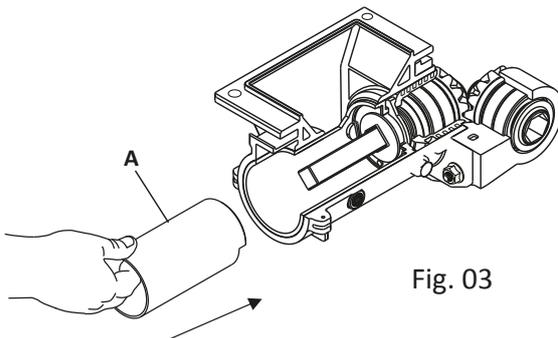
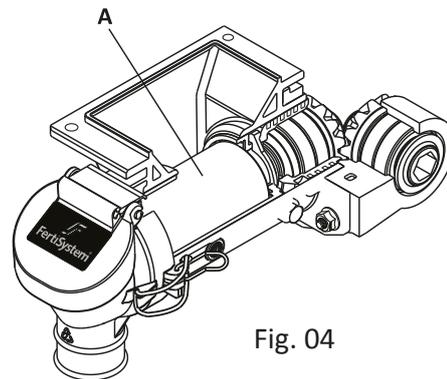

Fig. 03
Fig. 04
Ao necessitar isolar algumas linhas de plantio e para que não ocorra a distribuição do fertilizante, utilize o Tubo Bloqueador (A) Fig. 03. Para realizar esta operação, retire o Cj. Bocal NG, o Sem-Fim impulsor e o Anel Trava de fixação. Introduza o Tubo Bloqueador (A) Fig. 04 e recoloca novamente o Cj. Bocal NG.